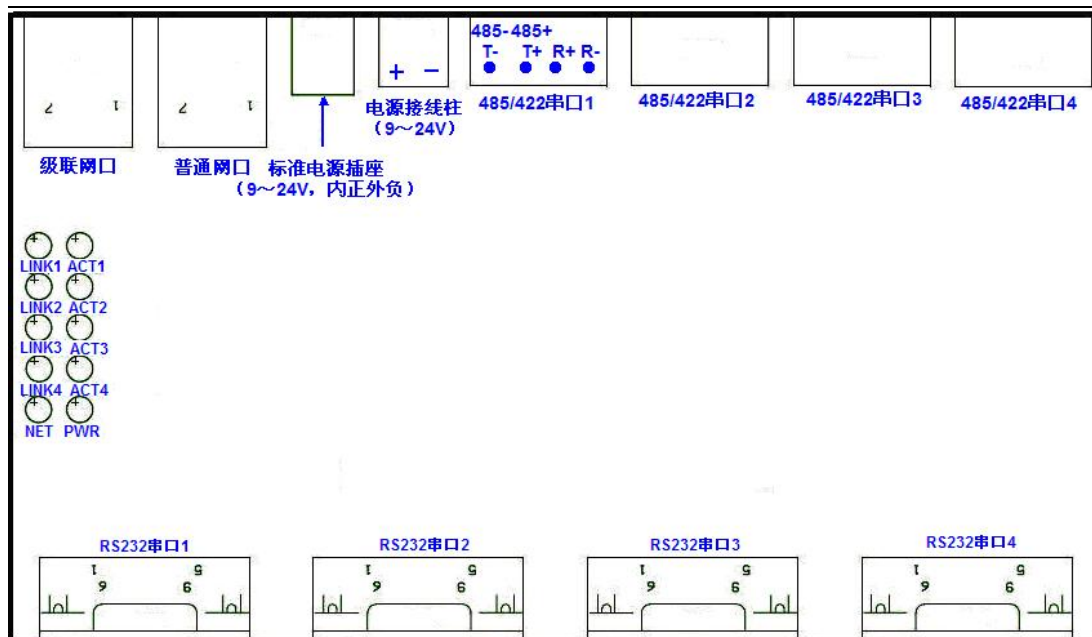

图 3 ZLAN5400 正面图
ZLAN5400 的正视图如图 3 所示。
- a) 485/422 串口: 作为 485 使用时只需连接其中的 2 根线, 作为 422 使用时, 应连接 4 根线。线序如图 3 所示。